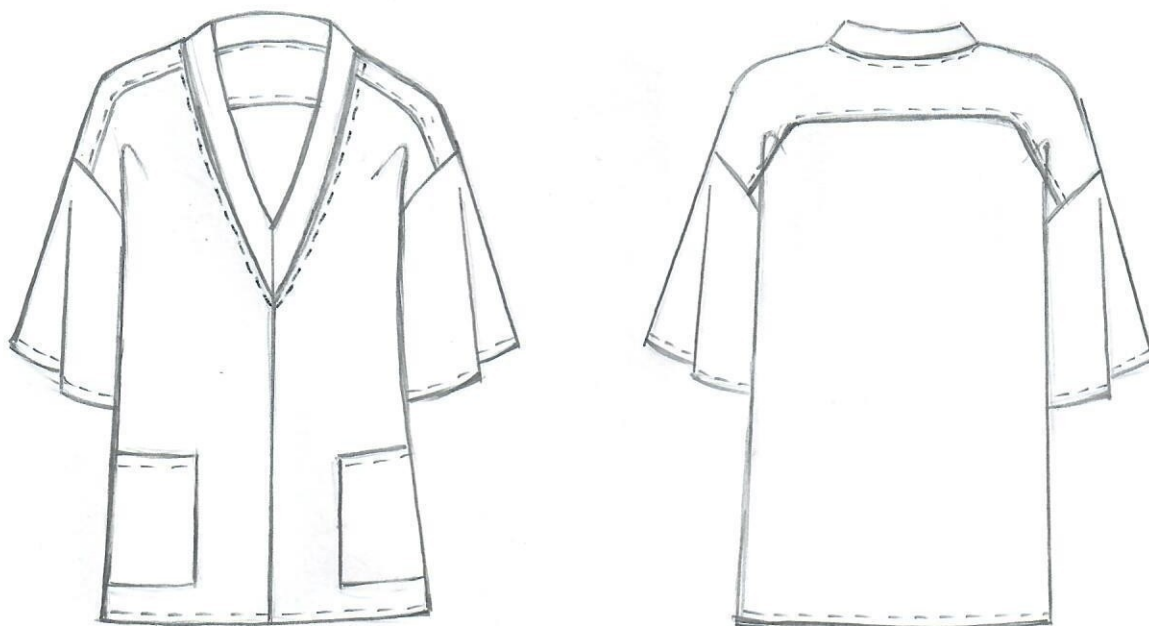

Рисунок 2 – Технический рисунок женской блузы.
**Технологическая последовательность изготовления блузы (рисунок 2).**
**Спецификация основных и прокладочных деталей кроя женской блузы (рисунок 2).**